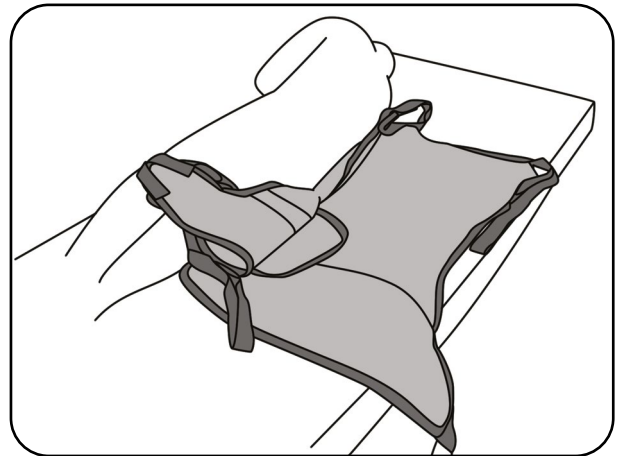

Abb. 8.2.01 - Liftergurt hinter dem Rücken des Patienten positioniert
5. Falten Sie den Liftergurt in der Hälfte zusammen und legen Sie ihn hinter den Rücken des Patienten. Dabei muss die Kopfstütze auf der Höhe des Kopfes des Patienten liegen (Abb. 8.2.01).